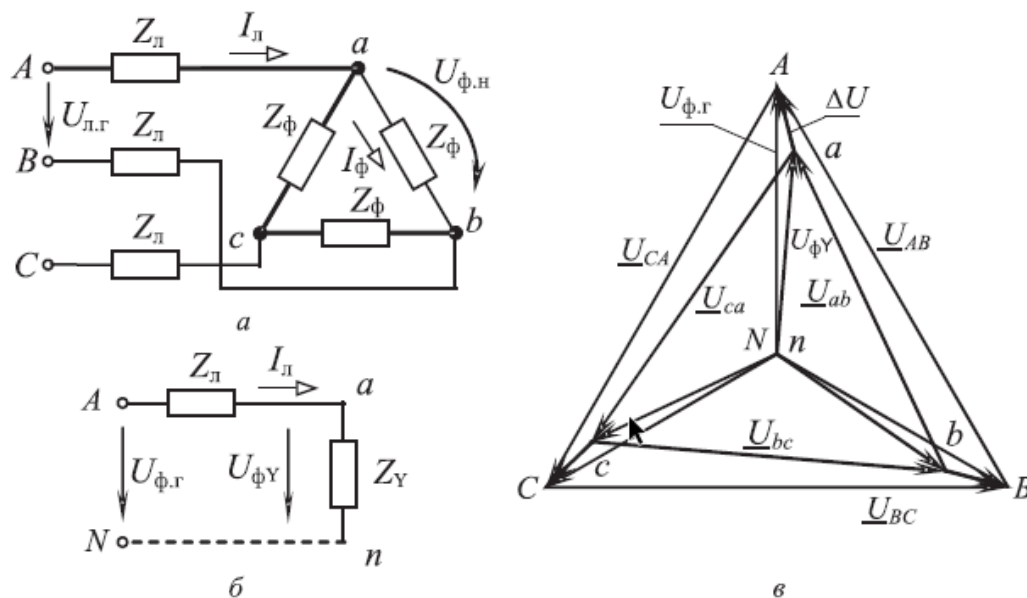

Рис.9.9
**ЗАДАЧА 9.10.** Симметричный приемник, соединенный треугольником и имеющий сопротивление фазы  $Z_{\phi} = 15 + j18 \text{ Ом}$ , подключен к генератору с симметричной системой напряжений ( $U_{л.г} = 380 \text{ В}$ ) с помощью ЛЭП, провода которой имеют сопротивление  $Z_{л} = 1 + j2 \text{ Ом}$  (рис. 9.9, а). Определить линейные и фазные токи цепи, а также фазное напряжение нагрузки. Построить векторную диаграмму.